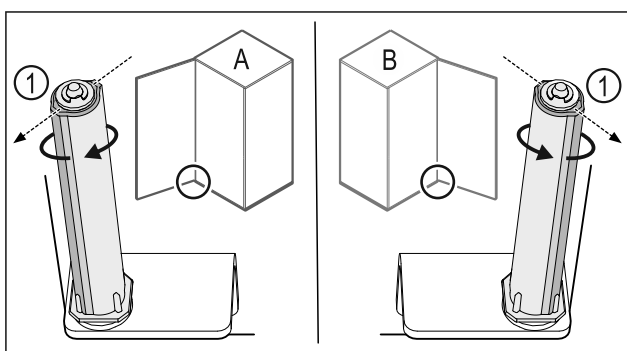

Fig. 49 Bal oldali ütköző (A) / Jobb oldali ütköző (B)
- Forgassa el a zárrendszert az ellenállással szemben, amíg a zárrendszer Fig. 49 (1) támasztója kifelé nem mutat.